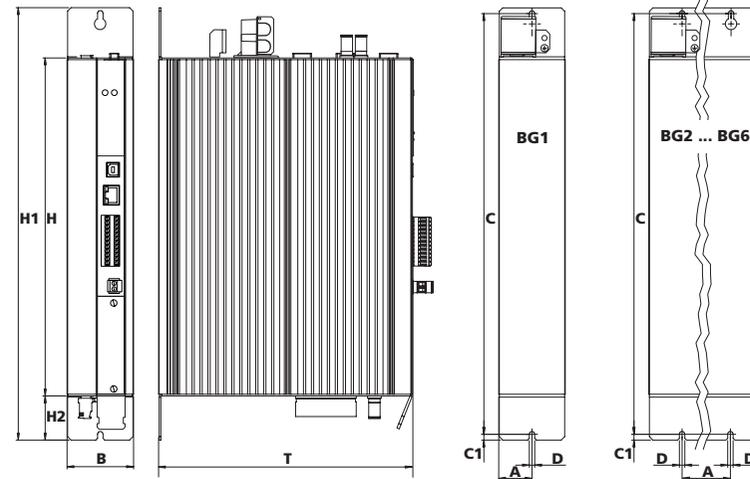
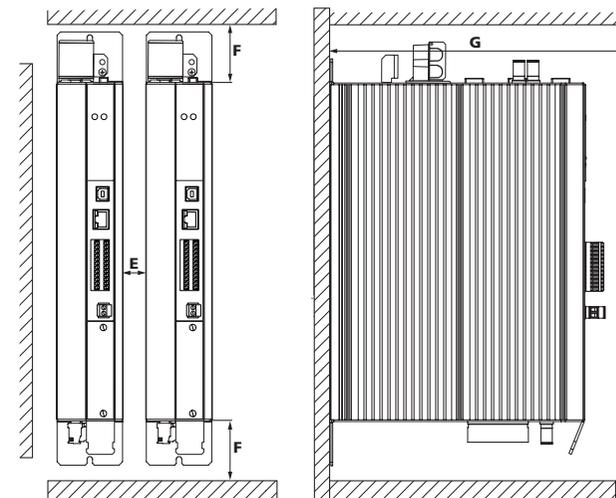

Bild 3.10 Maßzeichnung Gehäusevariante Luftkühlung
Bild 3.11 Montageabstände Gehäusevariante Luftkühlung
2.	<p>Reißen Sie die Position der Gewindelöcher auf der Montageplatte an. Bohren Sie Löcher in die Montageplatte und schneiden Sie für jede Befestigungsschraube ein Gewinde.</p> <p>Berücksichtigen Sie den Biegeradius der Anschlussleitungen!</p> <p>Lochabstände und Maßbilder siehe Tabelle 3.1, Bild 3.10 und Bild 3.11.</p>